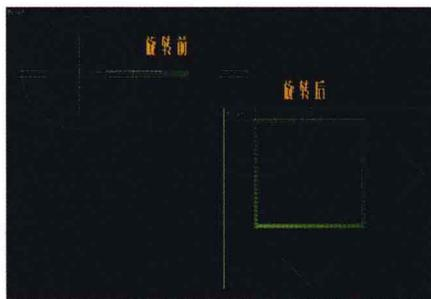

图 1-9
7. 在各视窗中按下键盘“G”键，退出【栅格显示】模式。在【Left】（左）视图中，用【旋转】工具沿 Z 轴旋转相框位置，旋转两次，因为角度捕捉设置为 45°，旋转两次等于旋转了 90° 角。得到如图 1-9 的效果。